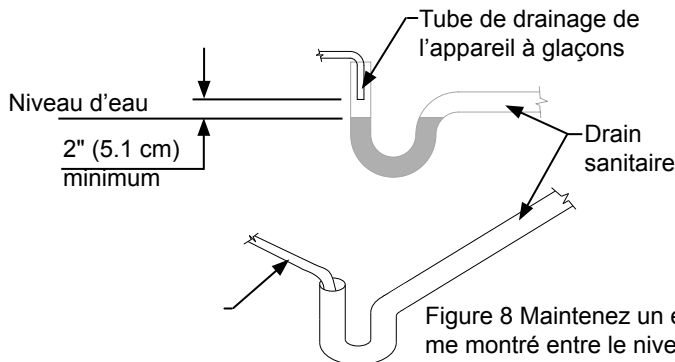

Figure 8 Maintenez un espace de 2 po comme montré entre le niveau d'eau de drainage et l'embout du tube de drainage venant de la machine à glaçons
- Votre ligne de drainage est liée à un drain ouvert (la Figure 8).